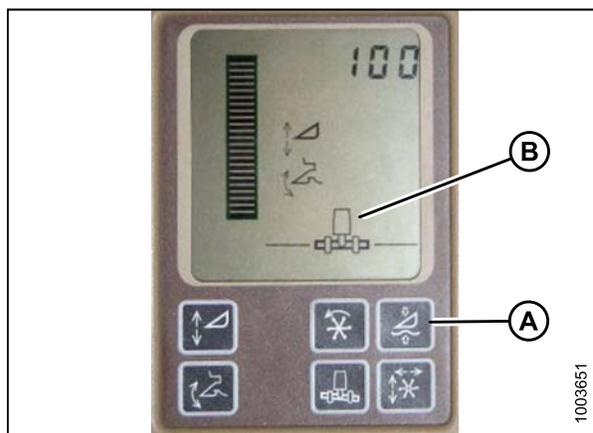

Figura 3.181: Pantalla de la cosechadora
**NO** utilice la función de flotación activa de la plataforma (A) junto con el control automático de altura de la plataforma (AHHC) MacDon, ya que los dos sistemas se contrarrestan entre ellos. El símbolo de la plataforma (B) en la pantalla **NO** debe presentar una línea ondulante debajo de él y debe aparecer exactamente como se muestra en la pantalla activa de control de la plataforma en la figura 3.181: Pantalla de la cosechadora, página 142.